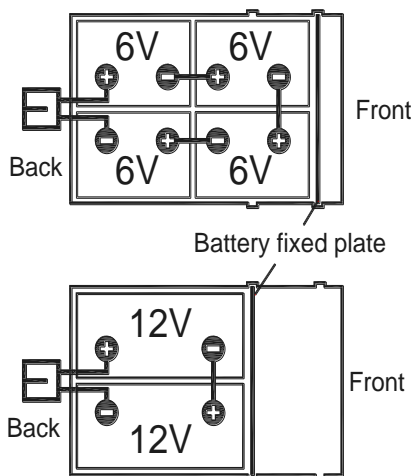

Figura 4
La máquina requiere dos baterías de 12V o cuatro baterías de 6V, conectadas según el diagrama (Figura 4). Coloque la plaqueta fija de la batería correctamente como se indica (Figura 4).
4. La máquina está equipada en fábrica con cables adecuados para instalar dos baterías de 12V o cuatro baterías de 6V. Coloque con cuidado las baterías en el compartimiento y a continuación instélelas correctamente. Coloque la plaqueta fija de la batería correctamente como se indica (Figura 4).
5. Pase e instale el cable de las baterías como se indica (en la Figura 4), luego apriete cuidadosamente la tuerca en cada uno de los terminales de la batería.